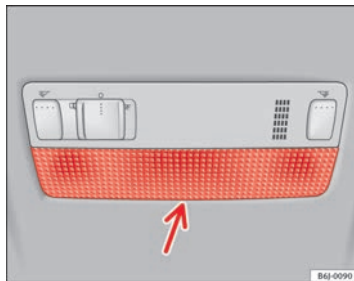

Fig. 155 Lampe de lecture avant
- Introduisez la partie plate d'un tournevis fin entre la carcasse et le verre ⇒ fig. 155.